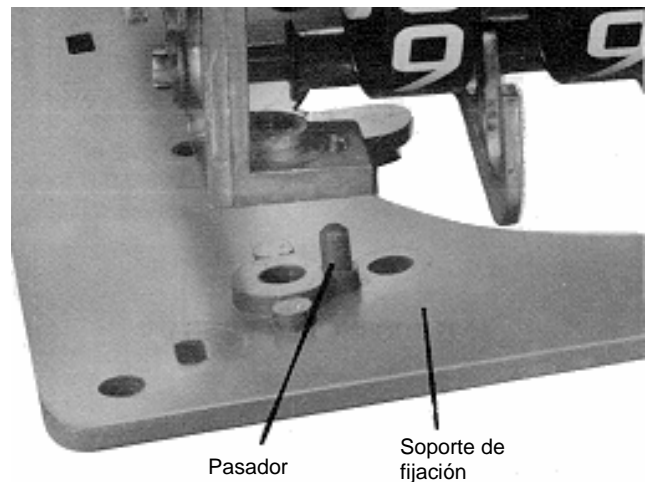

Figura 24. Montaje del indicador sobre el soporte de fijación
a. Para una medida correcta, el indicador debe estar montado sobre un soporte de fijación TD-42383, figura 24, para mantener el bastidor en la misma posición que en la caja.